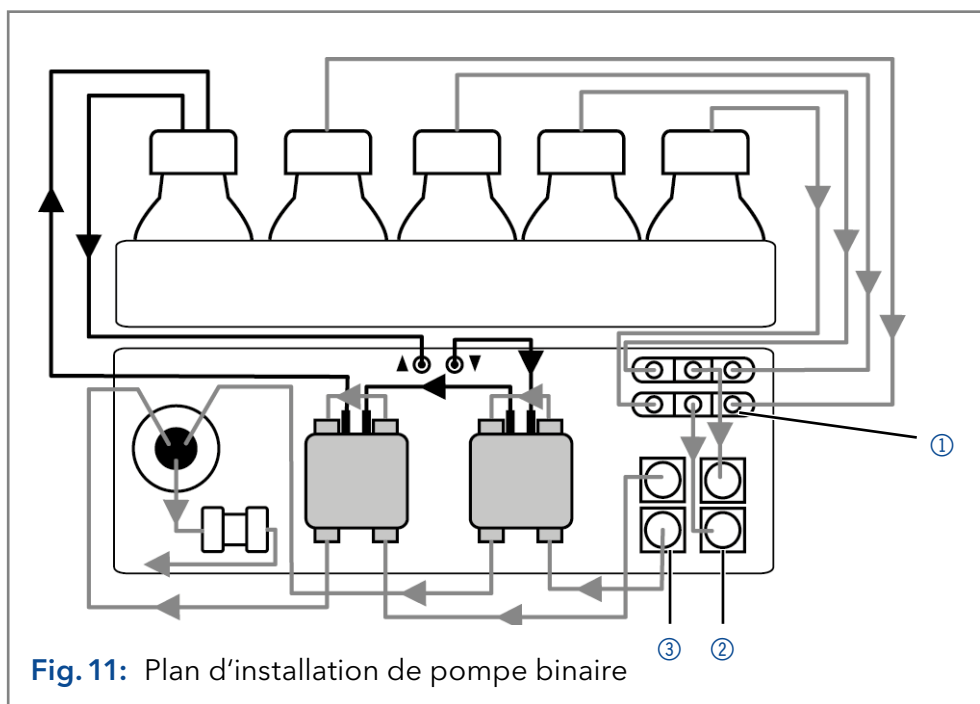

Fig. 11: Plan d'installation de pompe binaire
L'entrée du dégazeur ② est facilement reliée à la valve de sélection du solvant ①. La sortie du dégazeur ③ est facilement reliée aux têtes de pompe (Voir Fig. 11). Si la pompe binaire est équipée d'un dégazeur à 4 canaux, deux canaux supplémentaires sont disponibles, par exemple pour les solutions de rinçage.